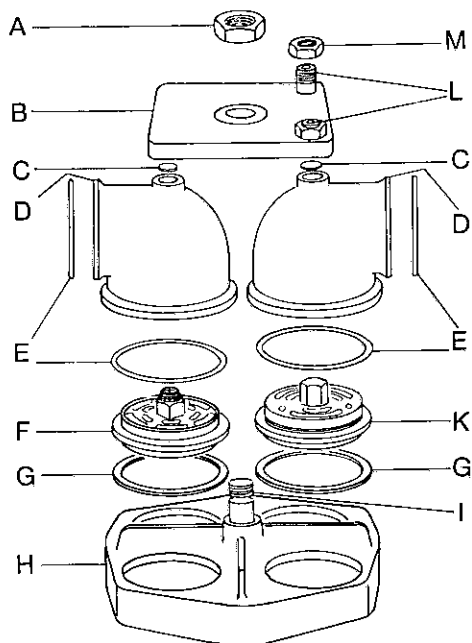

Abb. 3. ND-Zylinderkopf und Ventile
Im ND-Zylinder befinden sich zwei Saugventile und zwei Druckventile, im HD-Zylinder je ein Saugventil und ein Druckventil. Alle Ventile sind in den ND- und HD-Zylindern angeordnet und von gleicher Bauart. Saug- und Druckventile sind nicht untereinander austauschbar, doch sind folgende Einzelteile beider Ventilarten gleich : Ventilplatten, Dämpfungsplatten, Ventildfedern und Führungsstifte. Der Aufbau der Ventile geht aus Abb. 3, 4 und 5 hervor.
Alle geweiteten, deformierten oder verschlissenen O-Ringe (E-Abb. 3) erneuern. Es ist nachzuprüfen, ob die Stahl-druckscheiben (C) in den Druckventilhaltern richtig sitzen und in einwandfreiem Zustand sind. Bei schlechtem Zustand sind sie zu erneuern.